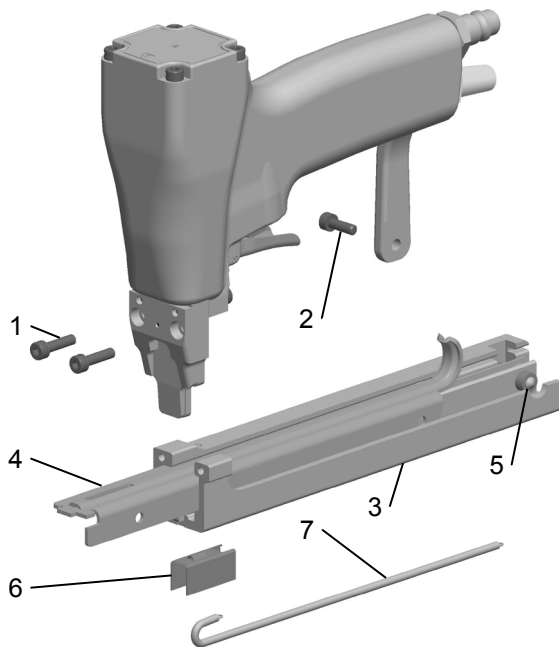

Fig. 6
- Hintere Zylinderschraube (Fig 6/2) lösen.